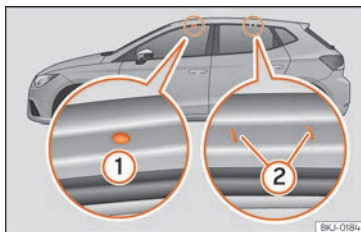

Fig. 168 Points de fixation des barres longitudinales pour la galerie porte-bagages du toit.
Les points de fixation avant et arrière ① et ② sont visibles uniquement lorsque les portes sont ouvertes »» **fig. 168**.